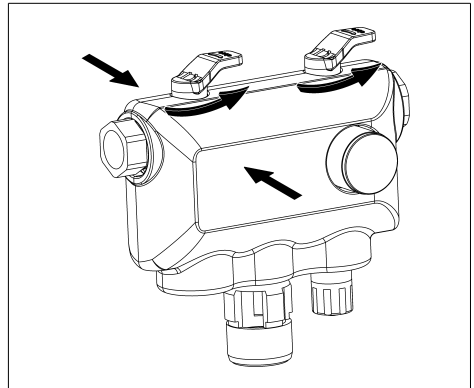

Abb. 22: Verkleidungsschalen montieren und Absperrhähne öffnen
- Verkleidungsschalen wieder anbringen (siehe Abb. 22).